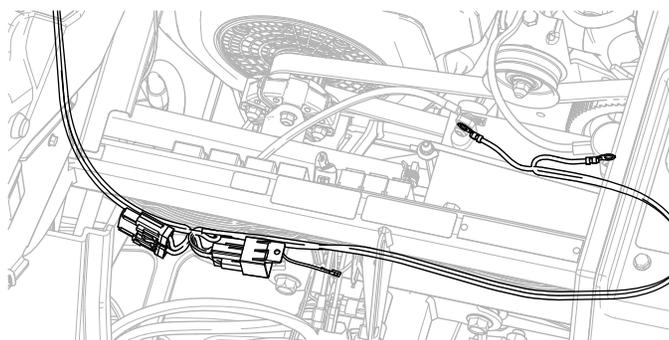

Figure 4
1. En partant de la batterie, acheminez le faisceau électrique en dessous et tout le long du tube de support d'amortisseur (Figure 4).